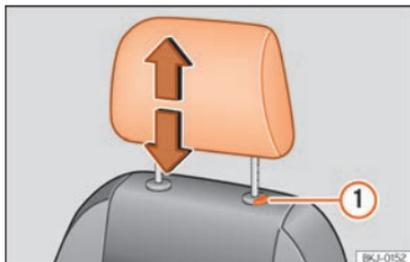

Fig. 141 Poggiatesta anteriore: regolazione o smontaggio.
- Premere la sicura ① »» fig. 141 ed estrarre il poggiatesta.